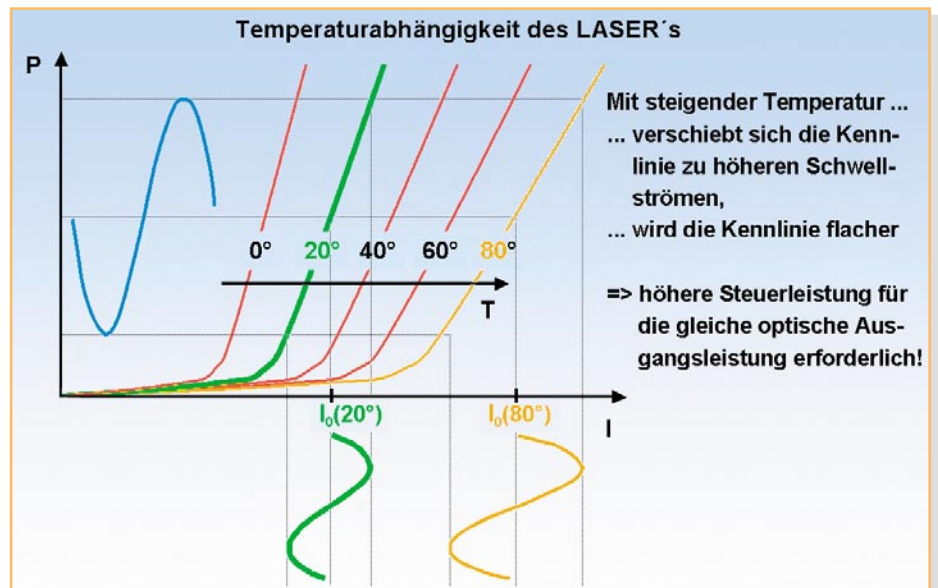
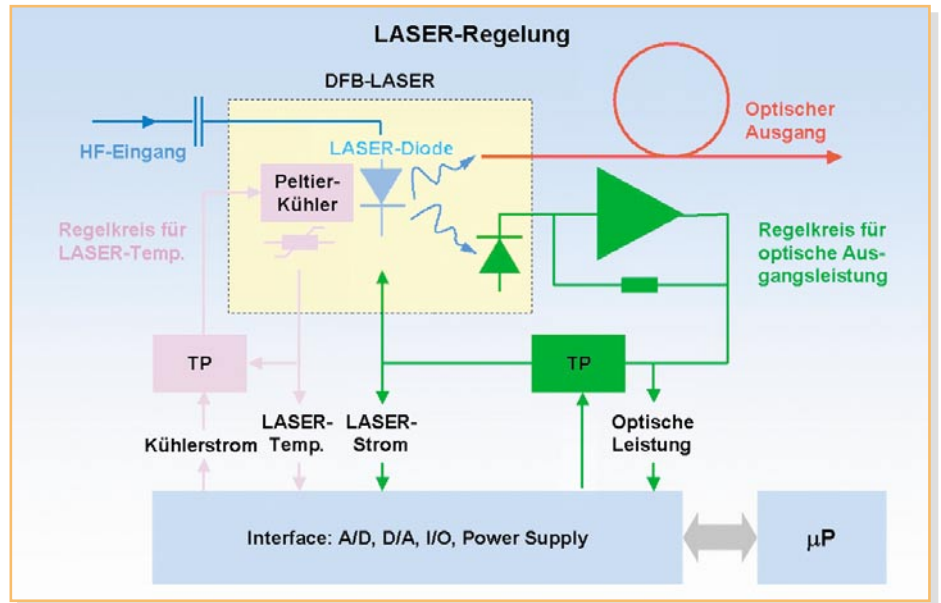

Bild 21: Temperaturabhängigkeit des Lasers
Bild 22: Temperaturregelung des Laserhalbleiters
Ein wesentliches, unerwünschtes Laser-Merkmal ist die starke Temperaturabhängigkeit seiner Ausgangsleistung (Abbildung 21). Der Zusammenhang zwischen optischer Ausgangsleistung und steuern dem Signalstrom ist durch eine Kennlinienschar gegeben, deren Scharparameter die Temperatur des Laser-Bausteins ist. Mit steigender Temperatur verschiebt sich die Kennlinie zu höheren Schwellströmen und wird flacher. Damit wird eine höhere Steuerleistung für die gleiche optische Ausgangsleistung erforderlich. Dieser Effekt kann durch eine Temperaturregelung des Laserhalbleiters auf einen konstanten Wert vermieden werden (Abbildung 22). Die Konstanz der optischen Ausgangsleistung wird durch einen speziellen Leistungsregelkreis weiter erhöht. Tiefpässe (TP) in beiden Regelkreisen verhindern das Nachregeln auf kurzfristige Änderungen der Steuergrößen. Die Ansteuerung des Lasers muss stets im linearen Teil der Kennlinie erfolgen. Links vom Kennlinienknick tritt